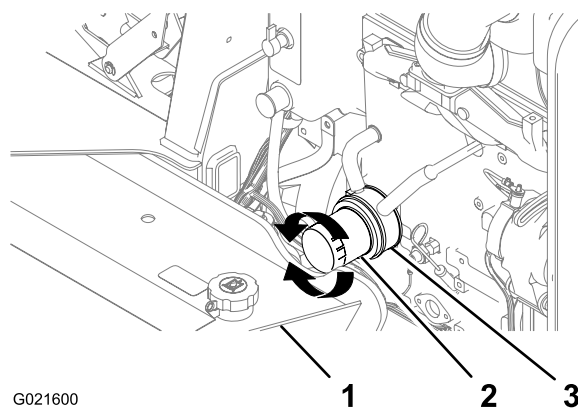

Рисунок 46
2. Установите небольшой сливной поддон под масляный фильтр и переходник масляного фильтра (Рисунок 46).
3. Поверните масляный фильтр против часовой стрелки и снимите его (Рисунок 46).
7. Совместите масляный фильтр с переходником и поверните его по часовой стрелке, пока уплотнение масляного фильтра не войдет в контакт с переходником (Рисунок 46).
8. От руки затяните масляный фильтр еще на 1/2 оборота (Рисунок 46).